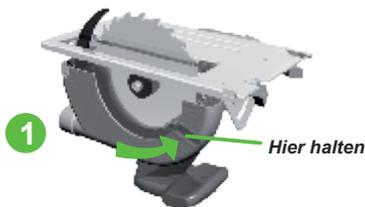

Abb. 1
1. Drehen Sie die Kreissäge kopfüber, wie in Abb. 1. Ziehen Sie die Schutzhaube der Kreissäge vollständig zurück und halten Sie diese mit dem seitlichen Hebel aus dem Weg.